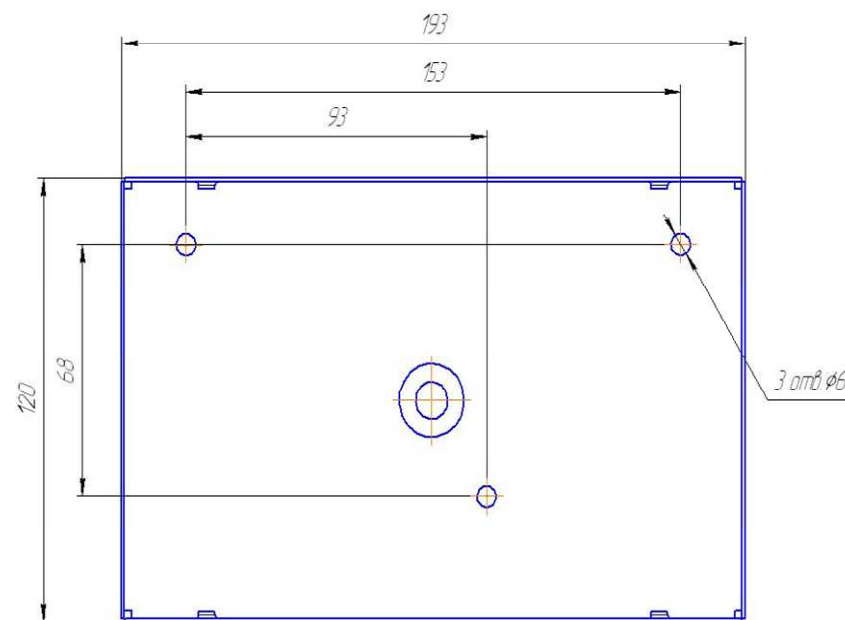

Рисунок 2. Разметка крепления УЭВ исп.1
- Произведите разметку крепления нижней панели и просверлите 3 отверстия в стене (рис.2),.